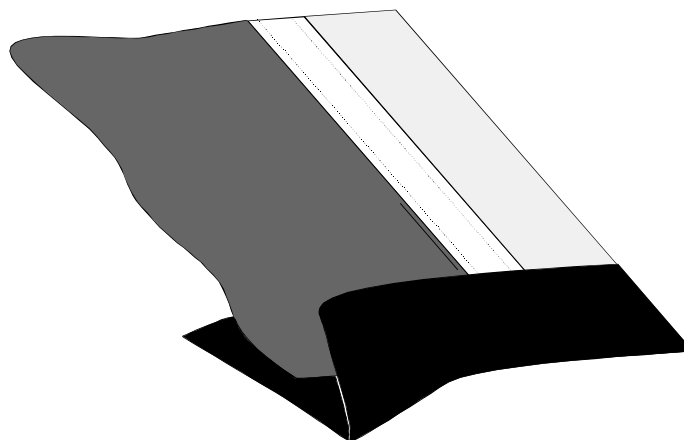

Abb. 2: Schnittkantenisolierung (Heizleiterende)
2. Isolieren des Heizleiterendes (Abb. 2)